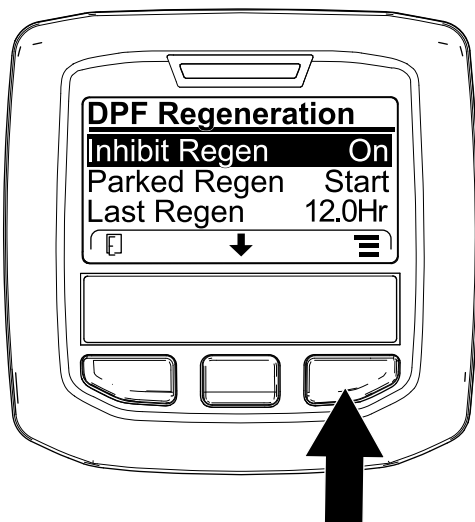
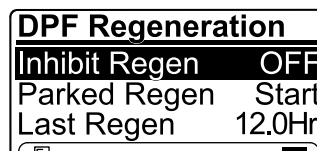

Bild 70
Bild 71
1. Navigieren Sie auf das Menü „DPF Regeneration“, drücken Sie die mittlere Taste und navigieren Sie auf die Option INHIBIT REGEN.; drücken Sie die rechte Taste, um den Eintrag „Inhibit Regen.“ auszuwählen (Bild 70).
2. Drücken Sie die rechte Taste, um die Einstellung für das Verhindern der Regenerierung von „On“ in „Off“ (Bild 70) oder von „Off“ in „On“ (Bild 71) zu ändern.